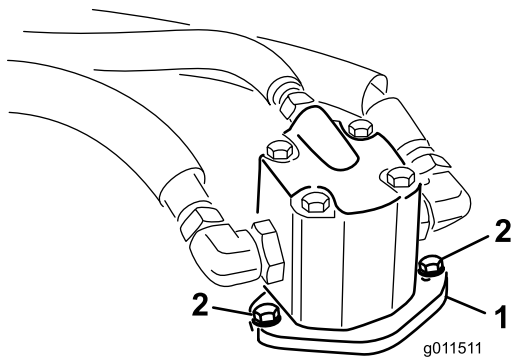

Figura 71
- Togliete i bulloni che fissano il motore idraulico all'apparato di taglio (Figura 71). Togliete il motore e appoggiatelo sopra l'apparato di taglio.